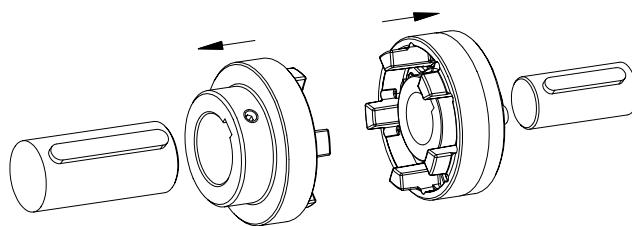

Fig. 21: Montaggio del mozzo e del mozzo a flangia con anello a camme
- Montare il mozzo e il mozzo a flangia con anello a camme sull'albero, sui lati conduttore e condotto (vedere fig. 21).